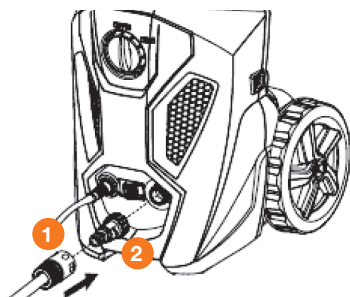
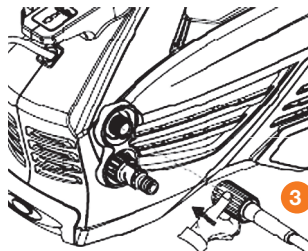
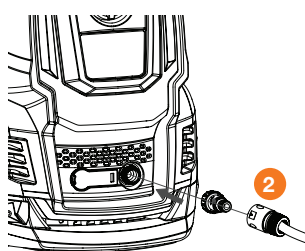
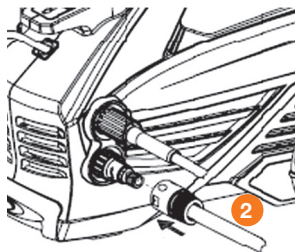

Рис. 13
Рис. 14
Рис. 15
Рис. 16
3. Для моделей **DAW 400 / 450 / 500 / 550** соедините шланг высокого давления **1** (Рис. 13) на корпусе через специальный коннектор. Для моделей **DAW 700 / 725 / 750 / 775** закрутите шланг высокого давления от руки **3** (Рис. 14), не используйте для крепления шланга различные инструменты.
4. Удалите транспортировочную заглушку (если она установлена) со штуцера подвода воды и накрутите на него фильтр. Закрепите шланг подачи воды **2** (не входит в комплектацию) **DAW 400 / 450 / 500 / 550** (Рис. 13), **DAW 620 / 625 / 675** (Рис. 15), **DAW 700 / 725 / 750 / 775** (Рис. 16). Фильтр должен быть всегда установлен на входном штуцере для предотвращения попадания сторонних частиц, которые могут повредить насосную часть мойки.